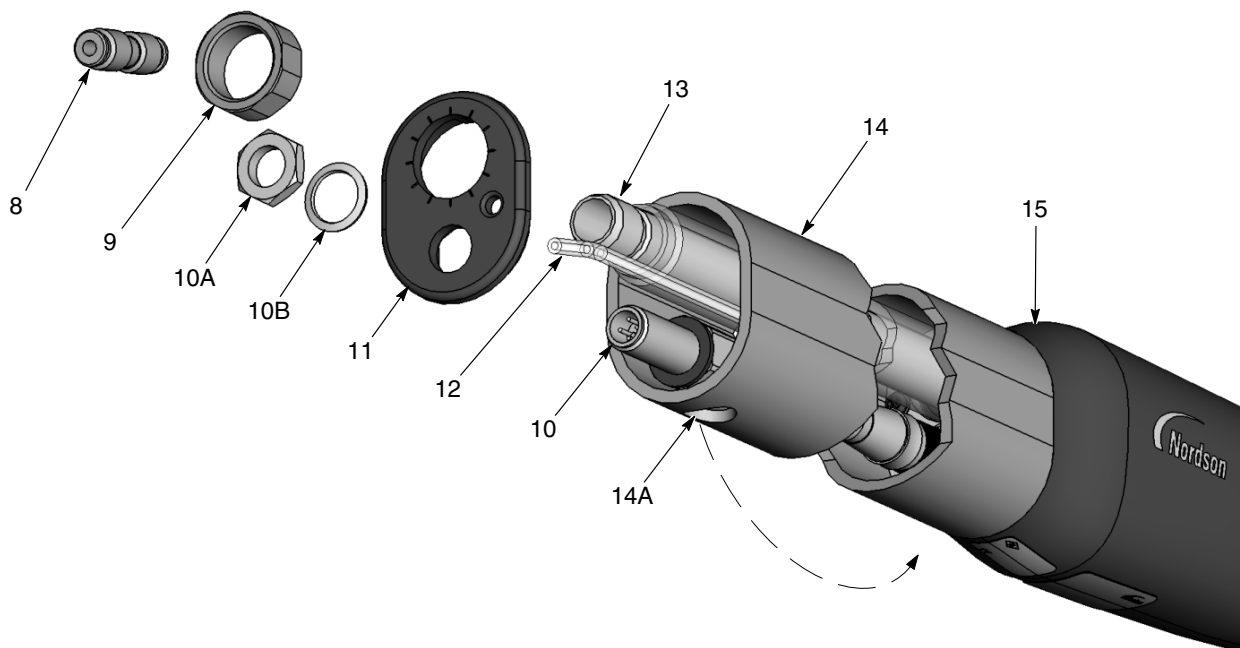

Figura 2 Inversarea tubului de montare înainte de instalarea colectorului de ioni.
1. A se vedea Figura 2. Tubul pentru montarea pistolului este în mod normal montat la orificiul de montare a colectorului de ioni (14A) din partea posterioară a pistolului, pentru a menține pulberea în afara tubului. Înainte de a putea fi instalat colectorul de ioni, tubul pentru montare trebuie inversat pentru a permite accesul la placa de împământare din ansamblul corpului spate (15).
- b. Deconectați piulița olandeză (8) de la tubulatura transparentă (12).
- c. Deșurubați piulița tubului de prindere (9) de la tubul de prindere (13).
- d. Desfaceți piulița și șaiba de blocare (10A, 10B) de la priza cablului (10).
- e. Trageți capacul de capăt (11) de pe tubul de montare (14).
- f. Trageți tubul de montare (14) de pe ansamblul corpului spate (15) și inversați-l, apoi reasamblați pistolul.